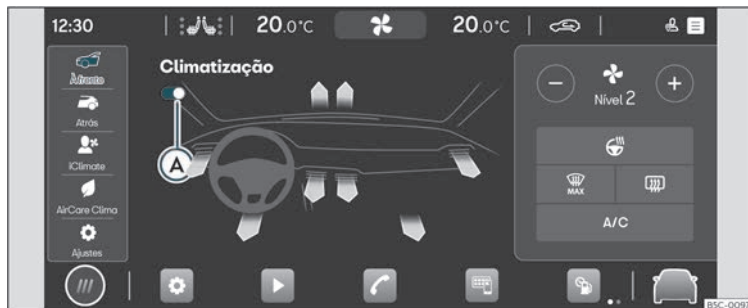

Fig. 124 Esquema: Menu climatização.
Ligar/desligar o Climatronic»» Fig. 124 (A).